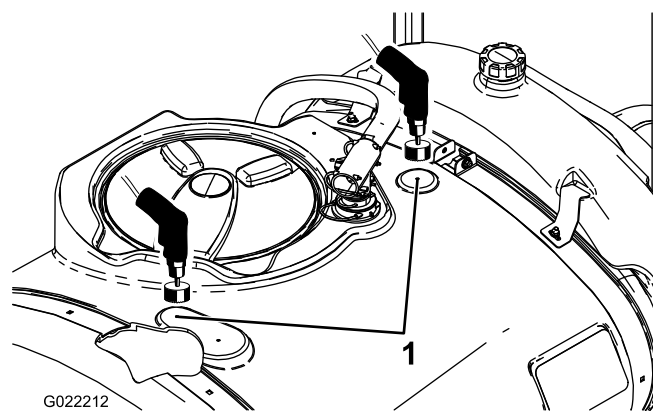

Figura 4
2. Localize as duas marcas de perfuração no depósito principal (Figura 4).